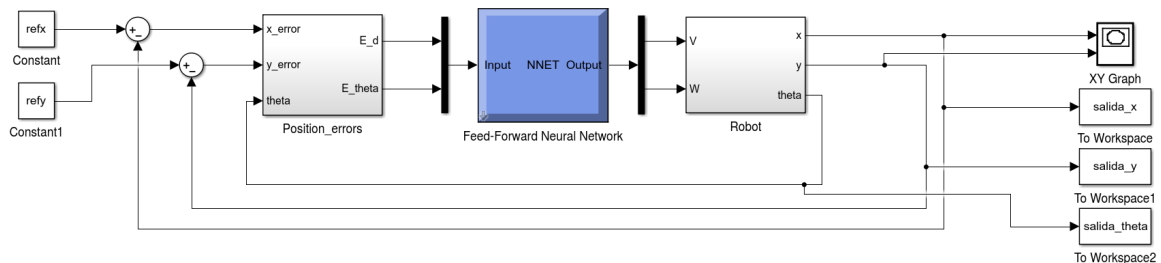

Figura 10. Esquema del controlador neuronal de posición.
- h) Cree un nuevo archivo de simulación “PositionControlNet.slx” con los mismos bloques utilizados en “PositionControl.slx” y donde se utilice la red neuronal en lugar del bloque controlador (Figura 10). Se utilizan bloques multiplexores y demultiplexores para adaptar las señales de entrada y salida como se muestra en la Figura.